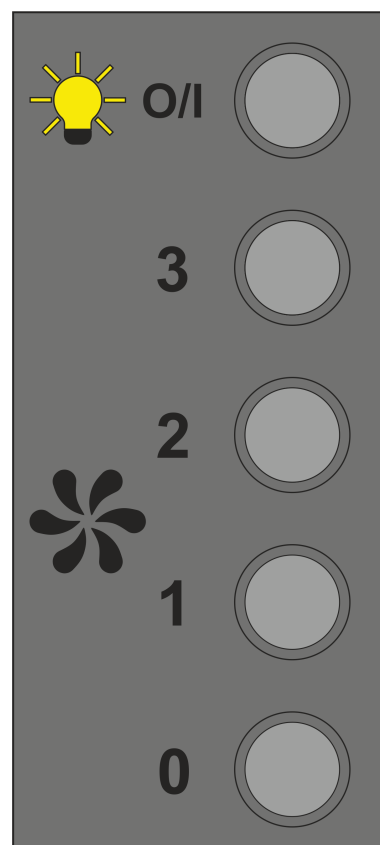

Рис.5
7.3 На панелі корпусу розміщений механічний перемикач режимів роботи і включення ламп освітлення (рис.5).